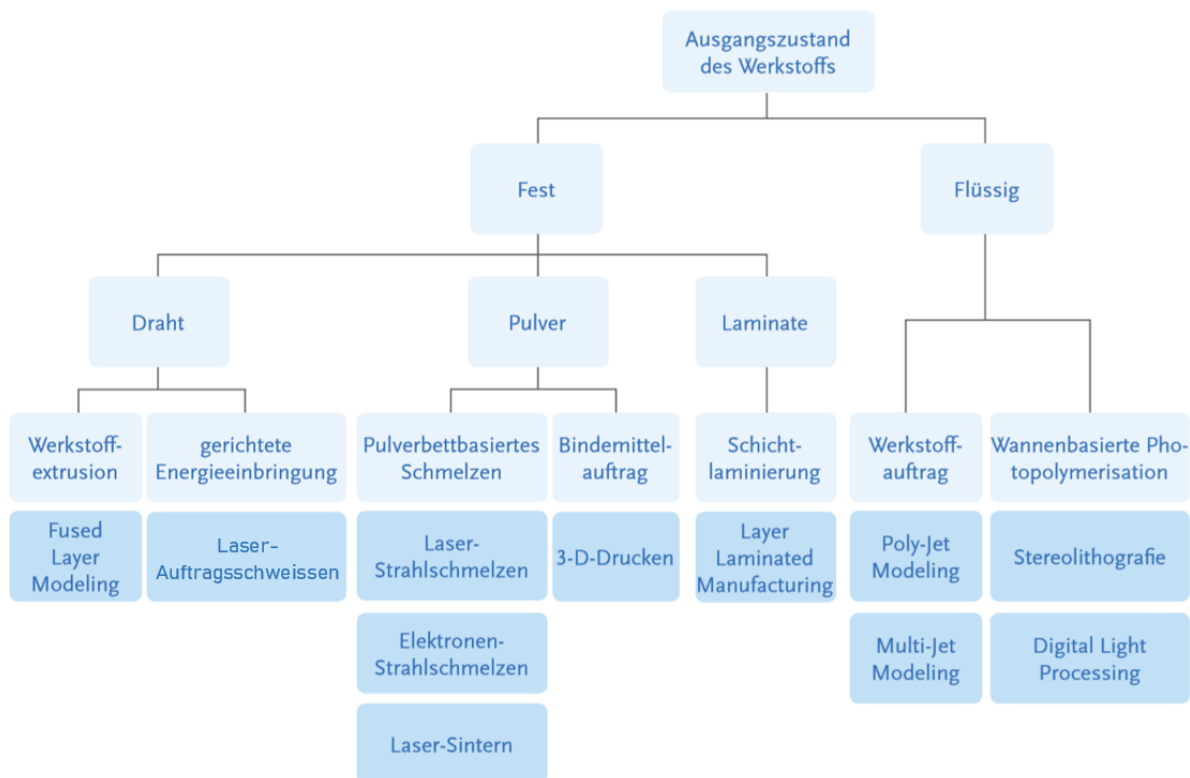

Abbildung 1: Unterteilung der additiven Fertigungsverfahren nach Ausgangszustand des Werkstoffs und zugrundeliegender Prozesskategorie [2]
Unter additiven Fertigungsverfahren (3D-Druck) versteht man alle Verfahren, bei denen ein Werkstoff zur Erzeugung eines Bauteils schichtweise hinzugefügt wird. Diese Bauteile entstehen – auf der Basis von Datenmodellen – aus Flüssigkeiten, Pulvern, band- oder drahtförmigem Material durch chemische und/oder physikalische Prozesse. [1] In Abbildung 1 sind die verschiedenen Verfahren zusammengestellt.
- Gesundheitsgefährdung durch die Exposition mit gesundheitsschädlichen Stoffen wie Werkstoffen, Schutzgasen, Reinigungsmitteln, Abgasen, Sonderabfall. Die Aufnahme von Stoffen über die Atmung (inhalative Exposition durch Gase, Dämpfe, Aerosole) kann bei allen Fertigungsverfahren stattfinden (Abb. 1). Vergiftung bei Haut-/Augenkontakt (dermale Exposition) kann bspw. bei der Reinigung der Bauteile mit Chemikalien stattfinden. Eine Verschluckungsvergiftung (orale Aufnahme) tritt bspw. auf, wenn Schutzhandschuh falsch abgezogen oder falsche Handschuhe getragen wurden und somit die verschmutzten Finger an die Lippen kommen. Hierbei müssen flüchtige Chemikalien, CMR-Stoffe (krebserzeugende, mutagene oder reproduktionstoxische), pulverförmige Metalle, ultrafeine Partikel, alveolengängiger und einatembarer Staub, Abgase (z.B. Schweisssrauch) besonders berücksichtigt werden.